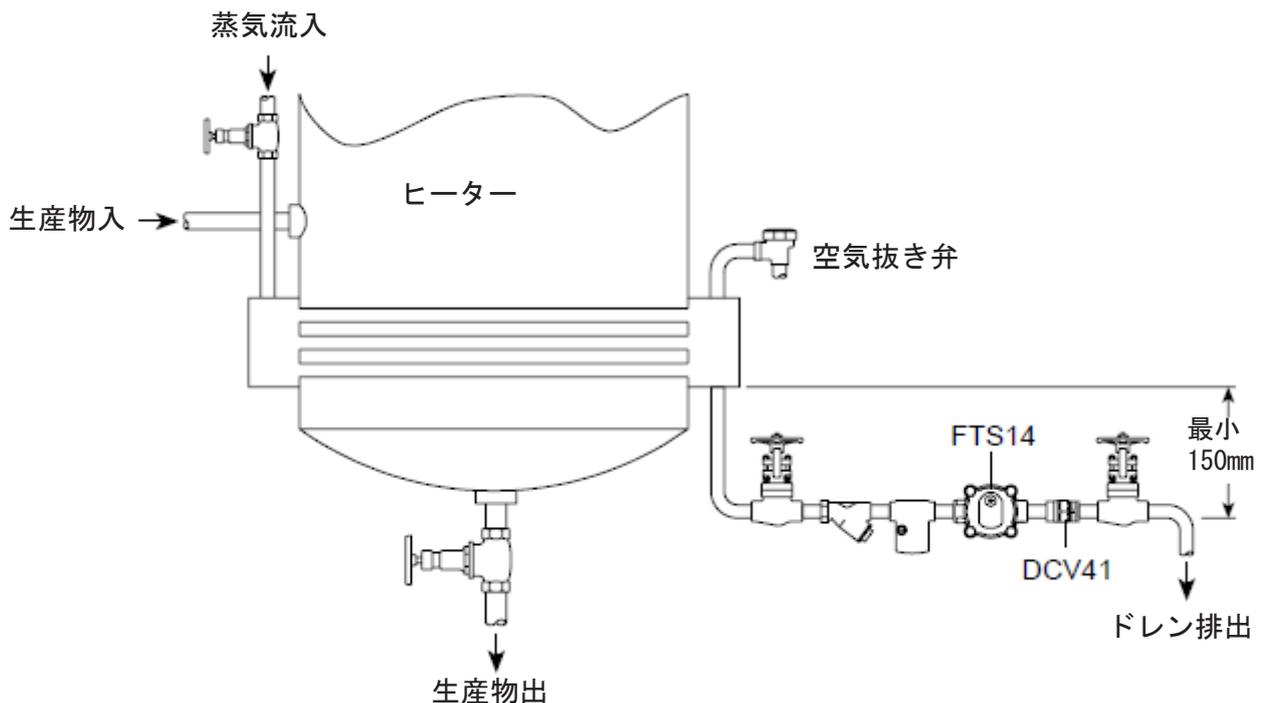

図4 エバポレーター (蒸発器)
- 3.7 トラップは蒸気システムの出口の下に取り付けます。トラップの直前には小さな立下り管を付けてください - 150mm (図4参照)。立下り管が付かない場合、低負荷の状態では蒸気で配管の底にドレンをトラップまで流すことができます。
- 3.8 スチーム・トラップが背圧のあるドレン戻りラインに排出している時は、スチーム・トラップの二次側に必ず逆止弁を取り付けてください。入口圧力が減圧あるいは蒸気が停止した時、逆止弁はドレンが逆流するのを防ぎます。DCV41 型のような適切な逆止弁を使用してください (図4参照)